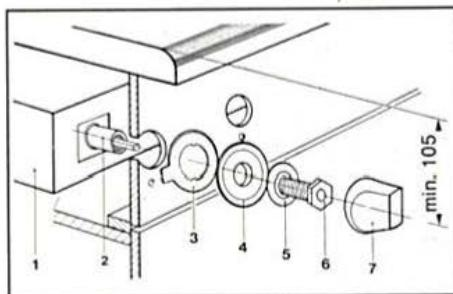

Abb. 5
4. Das Schaltelement (mit dem Gehäusedeckel nach unten) von innen gegen die Front des Unterschrances halten und von außen die Befestigungsschrauben mit aufgelegter Schutzscheibe in die Mutter am Schaltelement eindrehen (vgl. Abb. 5). Nach dem Ausrichten die Befestigungsschrauben fest anziehen, bis das Schaltelement richtig fixiert ist.